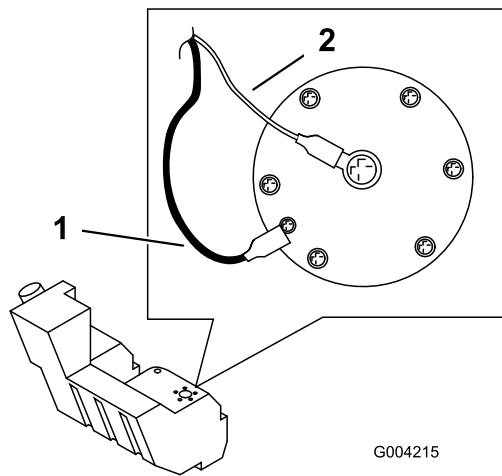

**Figure 57**
Avec le temps, le châssis s'encrasse sous le moteur et doit être nettoyé. Pour cette raison, ouvrez régulièrement le capot et inspectez la zone au-dessous du moteur à l'aide d'une torche. Si la couche de crasse fait entre 2,5 et 5 cm d'épaisseur, suivez la procédure ci-après (consultez la Figure 57 à cet effet) :
4. Enlevez les boulons, les rondelles et les rondelles-freins de fixation des deux masses latérales, puis déposez les masses (Figure 57).
7. Retirez les six écrous et boulons de fixation du panneau arrière et enlevez le panneau (Figure 57).
10. Poussez le réservoir de carburant en arrière (Figure 57).
16. Glissez le réservoir partiellement dans le châssis (Figure 57).
21. Remettez le panneau arrière et fixez-le en place à l'aide des six boulons et écrous enlevés précédemment (Figure 57).
23. Montez les masses latérales à l'aide des boulons, rondelles et rondelles-freins enlevés précédemment (Figure 57).